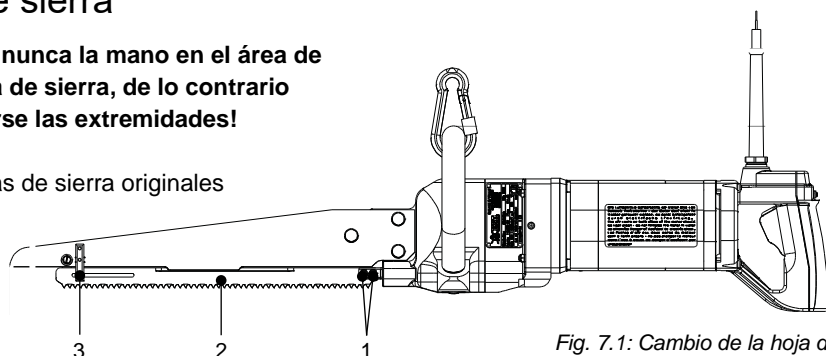

Fig. 7.1: Cambio de la hoja de sierra
Aflove los dos tornillos hexagonales (1) y desenganche la hoja de sierra (2) girándola lateralmente a mano, ver fig. 7.1.